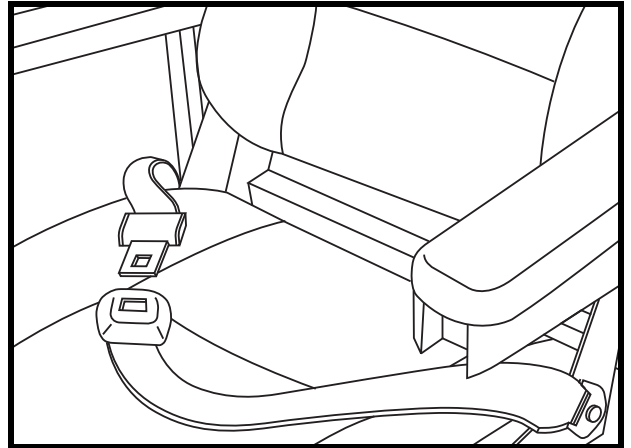

Figura 15. Regolazione della cintura di posizionamento
La Carrozzina elettrica può disporre di una cintura di posizionamento regolabile secondo la comodità dell'operatore. Vedere figura 15. La cintura di posizionamento è progettata per sostenere l'operatore in modo che non scivoli verso il basso o in avanti sul sedile e può essere regolata per maggiore comfort dell'operatore. La cintura di posizionamento non deve essere usata come dispositivo di contenimento.
1. Una volta seduti, inserire la linguetta metallica su un lato della cintura nell'alloggiamento in plastica sul lato opposto fino al clic. Vedere figura 15.